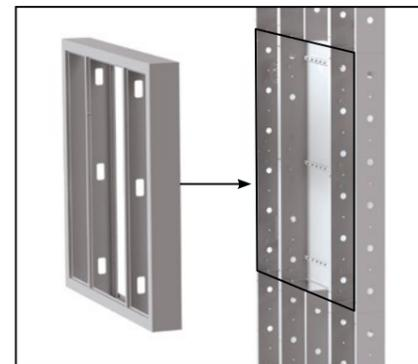

Рис. 69
6.2 Установить УЭРВ навесной (4) на центральный модуль СБ (3) и закрепить с помощью винтов М6х16 и гаек М6 с фланцем - Рис. 69.